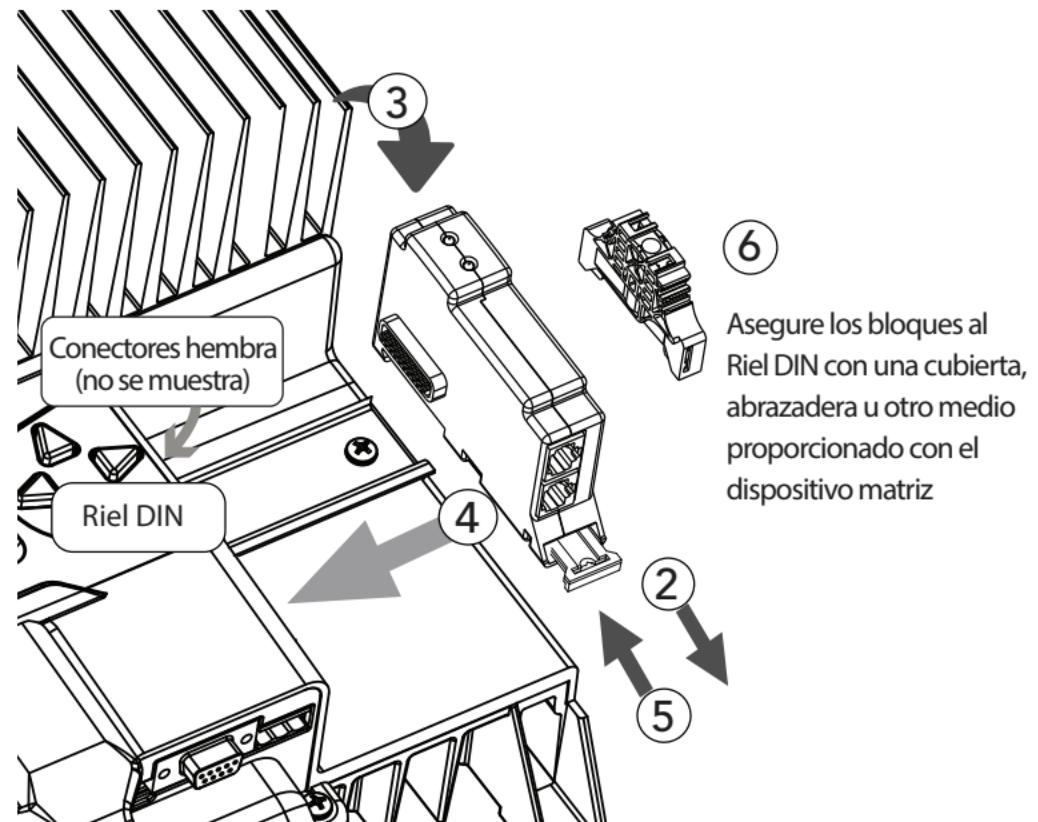

Figura 3-1. Montaje del Bloque BMS en el dispositivo matriz
Los ReadyBlocks de Morningstar (ReadyShunt, ReadyRelay, ReadyBMS) se montan en rieles DIN y tienen conectores modulares de 20 pines en cada lado del Bloque. El conector macho del lado izquierdo se acopla a la placa de control del dispositivo matriz, mientras que el conector hembra del lado derecho está disponible para acoplarse a otro ReadyBlock (configuración en cadena - consulte la Figura 3-1 que aparece más adelante). Cada ReadyBlock ocupa una de las (3) posiciones en el Riel DIN GenStar, siendo la Posición 1 la que está más a la izquierda.
Para instalar un ReadyBMS (consulte la Figura 3-1 que aparece más adelante):